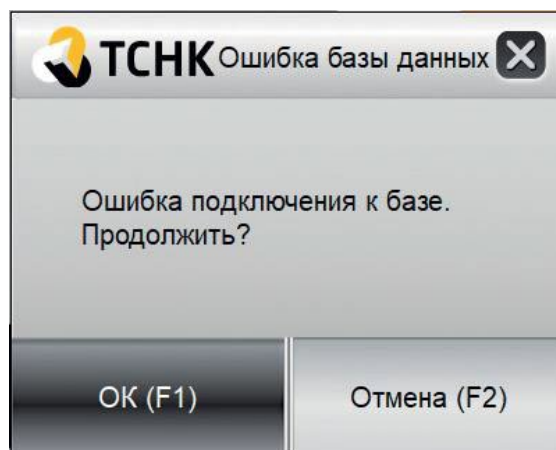

Рис. 12. Информационное окно с ошибкой авторизации.
1.5.9 Если идентификатор и/или пароль были введены неверно, или же указанный пользователь отсутствует в системе, будет выведено окно с сообщением об ошибке «Ошибка подключения к базе. Продолжить?» (Рис. 12).